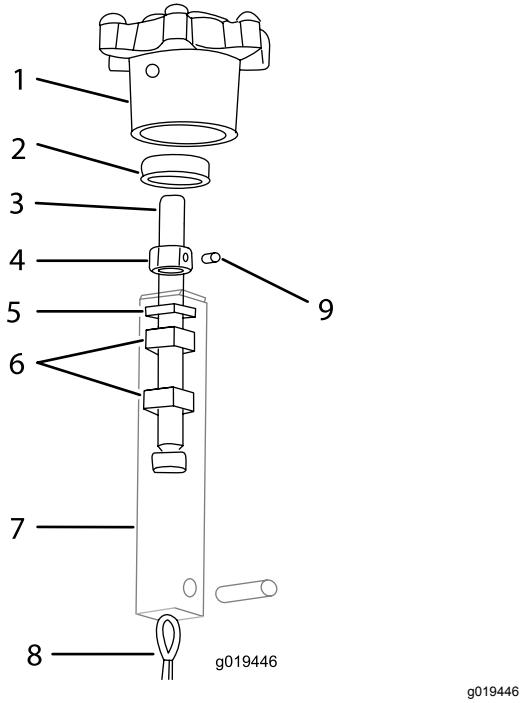

Figure 27
4. Tournez le bouton d'inclinaison jusqu'à ce que le câble soit suffisamment détendu pour donner accès au contre-écrou d'inclinaison (Figure 27).
5. Serrez le contre-écrou contre la bague puis desserrez-le légèrement. Fixez-le avec la vis de maintien (Figure 27)